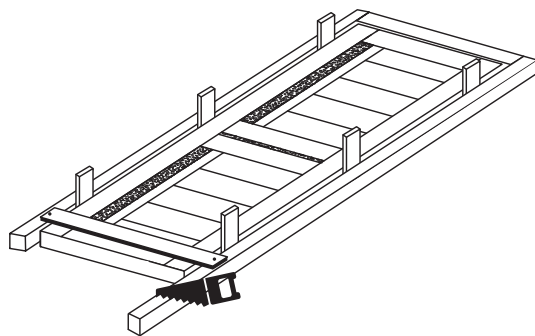

Рис. 2
- Отпилите лишнюю часть коробки (рис. 2).